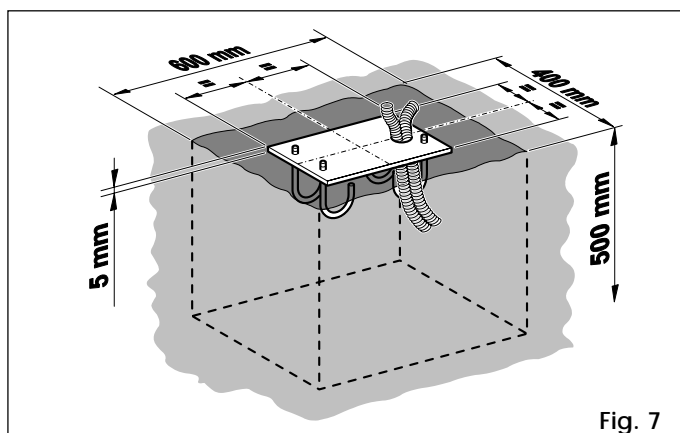

Fig. 7
- 2) Eseguire un plinto di fondazione come da fig.7 (riferimento a terreno argilloso)
- 3) Murare la piastra di fondazione come da fig.7 prevedendo una o più guaine per il passaggio dei cavi elettrici. Verificare la perfetta orizzontalità della piastra con una livella. Attendere che il cemento faccia presa.